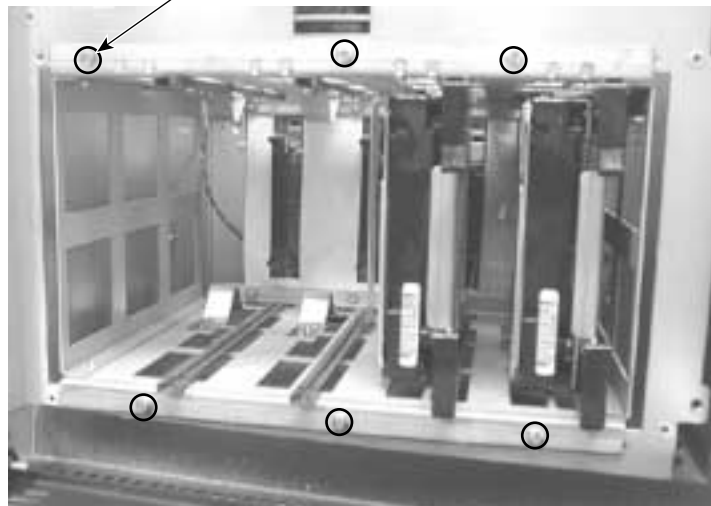

Abbildung 9-10 Innenansicht des RAID-Festplatten-Rahmens
4. Entfernen Sie die Schrauben, mit denen die vordere Seite des Rahmens an dem Rechner angebracht ist. Halten Sie den Rahmen fest, wenn die letzte Schraube entfernt wird. Siehe Abbildung 9-10.